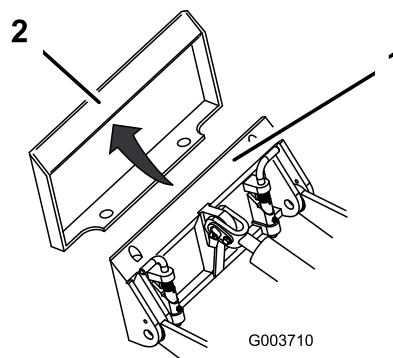

Рисунок 14
4. Введите монтажную поверхность в верхний выступ установочной пластины навесного орудия (Рисунок 14).